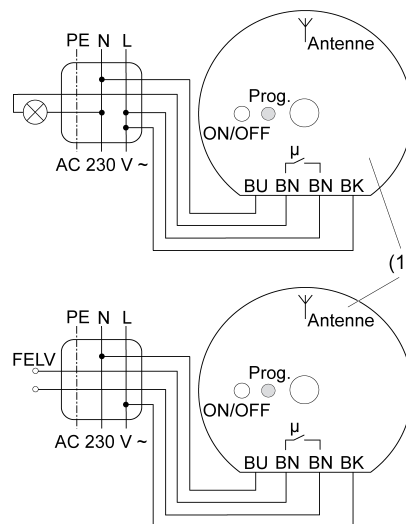

Figura 3
- Collegare l'attuatore interruttore /attuatore tasto (1) come da schema di collegamento (figura 3) ai morsetti per lampade (vedere Utilizzo dei morsetti per lampade).